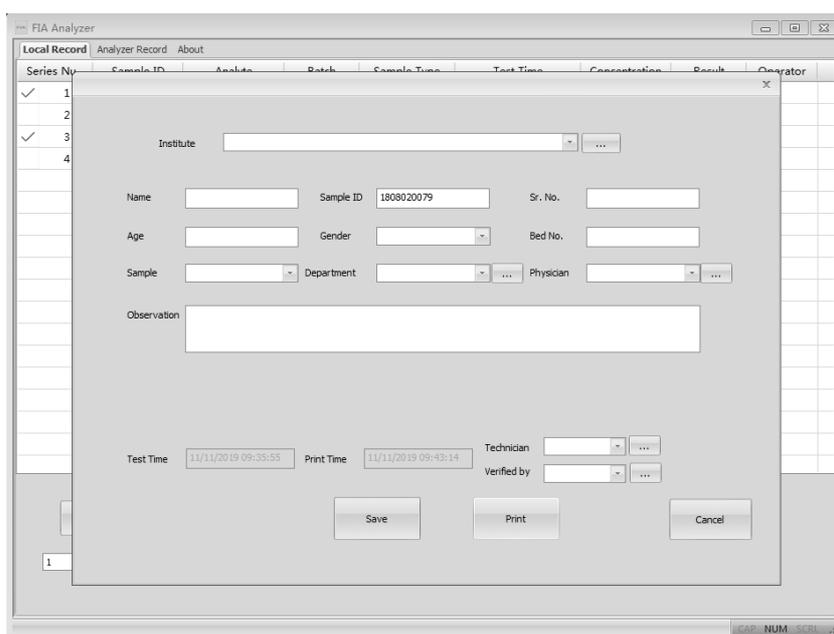

Fig. 47
- **“Print”**: Seleciona os itens a imprimir, ao pressionar Print, a tela aparecerá como mostrado na Fig. 47. As informações sobre o instituto e o paciente precisam ser preenchidas.